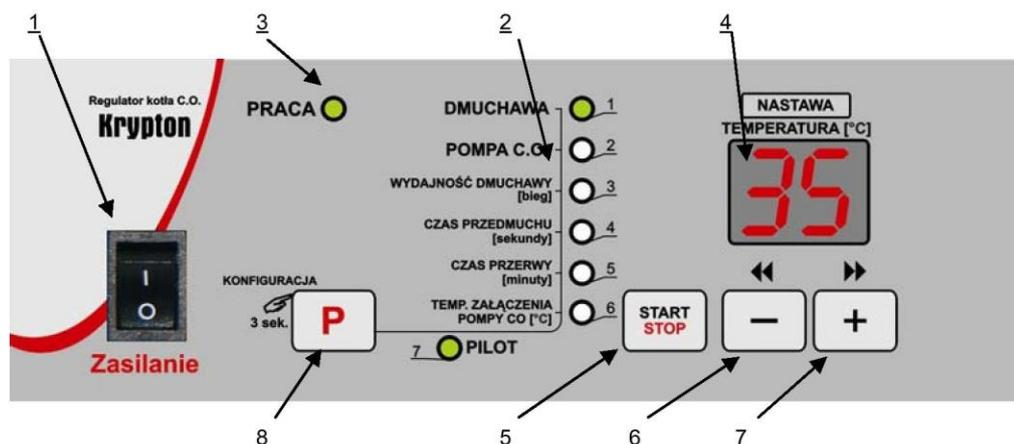

Рисунок 3 - Лицьова панель контролера
- вимикач живлення блока автоматики (поз. 1, рис. 3);
- ряд діодів, які сигналізують про роботу устаткування (поз. 2, рис. 3);
- діод «**PRACA**» (поз. 3, рис. 3), що сигналізує про роботу контролера;
- дисплей (поз. 4, рис. 3), на якому відображаються значення температури, величини параметрів та інша інформація;
- кнопка «**START/STOP**» (поз. 5, рис. 3), яка служить для запуску або зупинки процесу налаштування;
- кнопка «**←**» (поз. 6, рис. 3). Під час нормальної роботи ця кнопка використовується для зменшення величини необхідної температури (установка). Під час налаштування конфігурації – зменшує вибраний параметр;
- кнопка «**+**» (поз. 7, рис. 3). Під час нормальної роботи ця кнопка використовується для збільшення величини необхідної температури (установка). Під час налаштування конфігурації – збільшує вибраний параметр;
- кнопка «**P**» (поз. 8, рис. 3). Притримуючи цю кнопку протягом 3 секунд, контролер переходить до встановлення параметрів конфігурації.
Для запуску контролера слід увімкнути живлення за допомогою вимикача мережі (поз. 1, рис. 3). Протягом декількох секунд з'явиться поточний результат виміру температури. Після увімкнення контролер перейде в такий режим роботи, під час якого він був вимкнений.
Після досягнення необхідної температури, блок автоматики переходить в режим контролю, про що сигналізує блимання лампочки в правому нижньому кутку дисплея (поз. 4, рис. 3). У режимі контролю здійснюються продувки (лише при температурі нижче 80 °С) – регулярні увімкнення вентилятора на декілька секунд, які запобігають скупченню газів в котлі і можливому загасанню вогню. Включення продувки сигналізується блиманням діода «**DMUCHAWA**».
- протягом більше трьох секунд притримати кнопку «**P**» (поз. 8, рис. 3);
- вимкнути контролер за допомогою вимикача мережі (поз. 1, рис. 3);